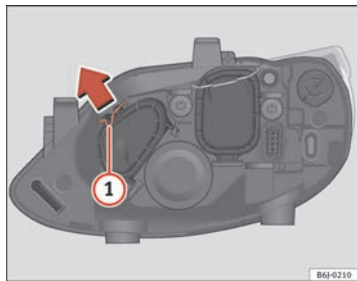

Fig. 138 Luz de carretera
- Desplace el tirante ① en el sentido de la flecha y saque la tapa ⇒ fig. 138.